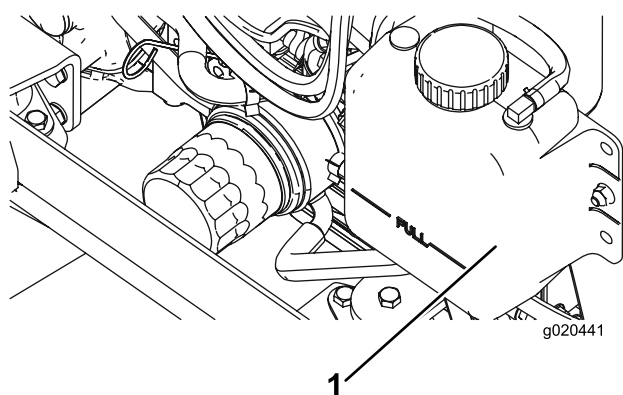

Figura 11
1. Retire cuidadosamente a tampa do radiador e a tampa do depósito de expansão (Figura 11).